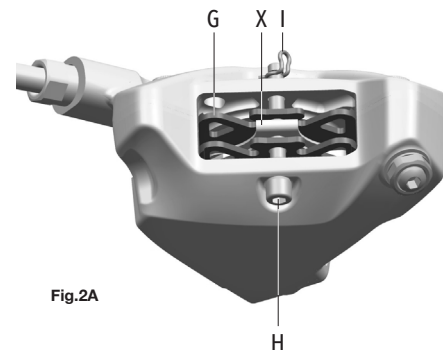

Fig.2A
- pastiglia (G - Fig.2A)
- molletta (X - Fig.2A)
- vite di bloccaggio delle pastiglie (H - Fig.2A)
- coppia di bloccaggio della vite delle pastiglie (I - Fig.2A)